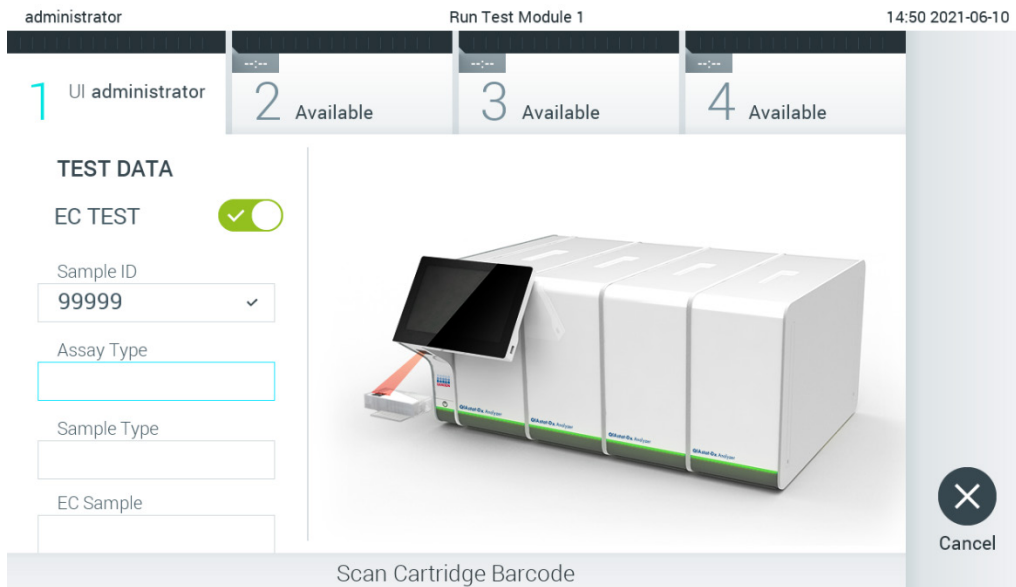

Figura 89. Lendo o código de barras do cartucho de ensaio QIAstat-Dx.
4. Quando solicitado, faça a leitura do código de barras do cartucho de ensaio QIAstat-Dx a ser usado. O QIAstat-Dx Analyzer 1.0 reconhece automaticamente o ensaio a realizar, com base no código de barras do cartucho de ensaio QIAstat-Dx (Figura 89, próxima página).